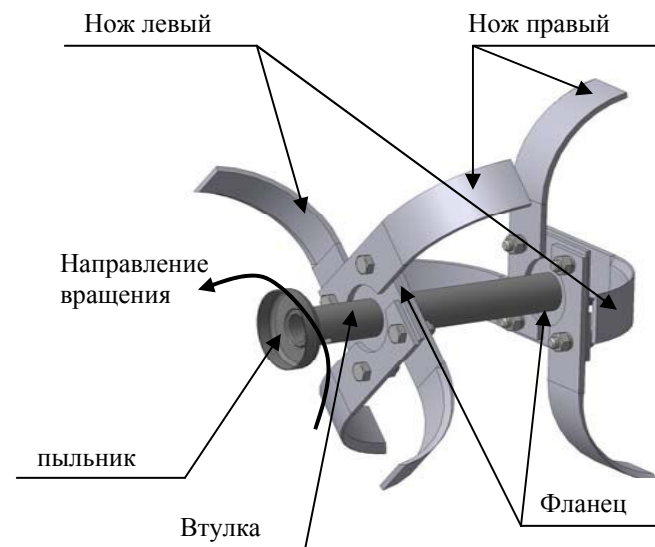

Рис. 8 Схема сборки культиватора.
- 6.6 Установите культиваторы на выходные концы валов редуктора, предварительно собрав культиваторы и зафиксировав их на валах стопорами. (Рис.1) При сборке ножи культиваторов устанавливаются на квадратные фланцы втулок строго в соответствии с (Рис.8). Вначале устанавливаются ножи, имеющие изгиб в сторону от пыльника, а затем ножи, имеющие изгиб в сторону к пыльнику. Ножи крепятся к фланцам болтами. Собранные культиваторы устанавливаются на вал редуктора таким образом, чтобы режущие кромки ножей входили в землю при движении мотокультиватора вперед.